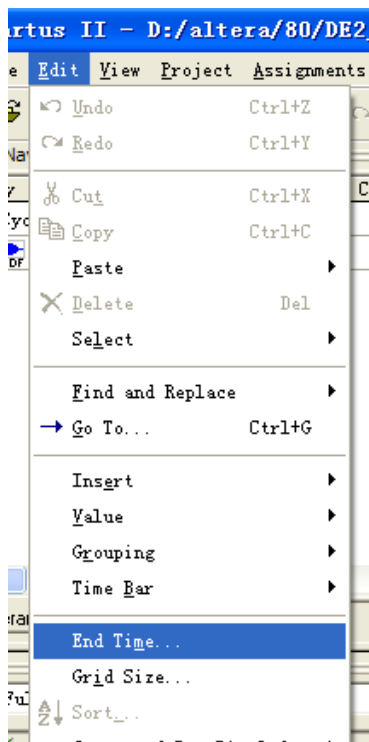
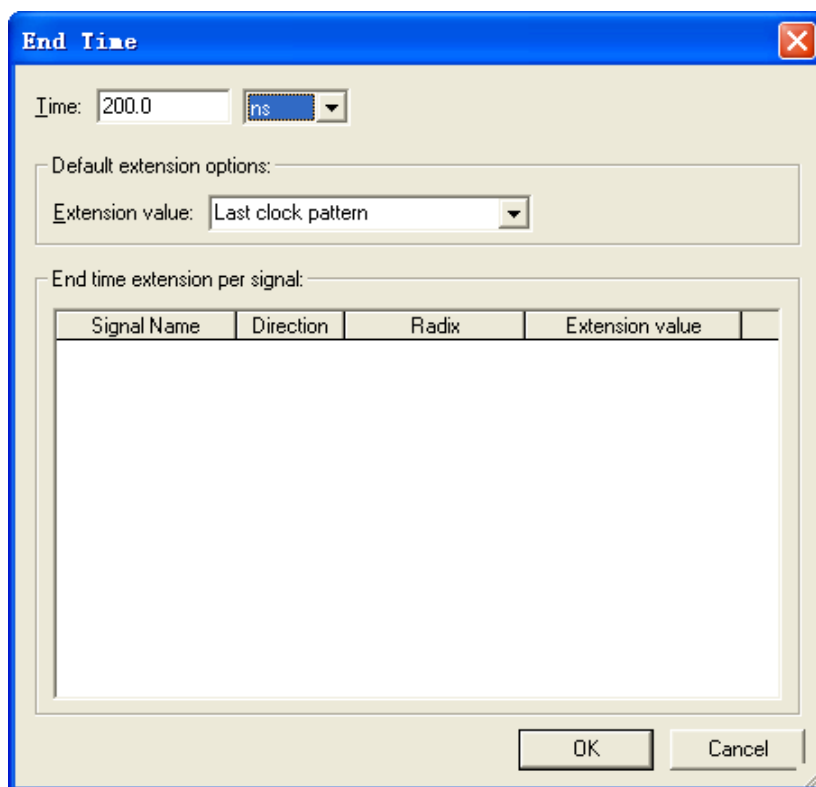

图 4-19 设定仿真结束时间菜单项
图 4-20 设定仿真结束时间
15. 点击菜单项 Edit->End Time，设定仿真终止时间为 200ns。如图 4-19 与图 4-20。